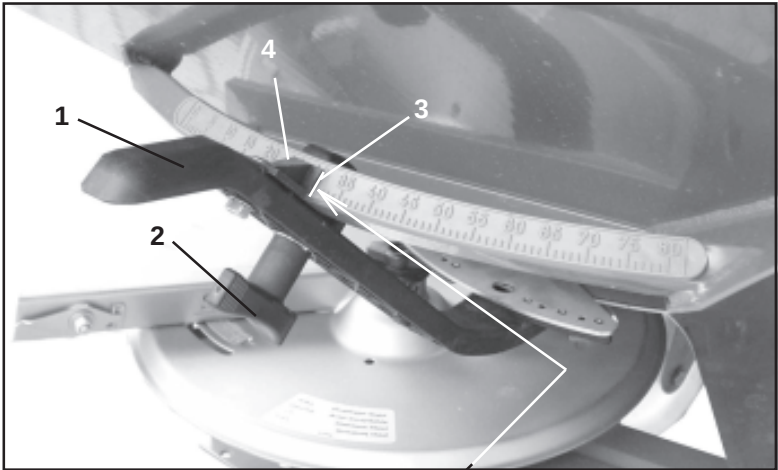

Fig. 7.5
Spredemengden varieres med spjeldinnstillingen, som blir stilt inn med de to stillspakene (Fig. 7.5/1). Den nødvendige spjeldinnstillingen tas enten direkte **ut av spredetabellen (Kap. 7.2.1) eller fra regneskiven (Kap. 7.2.3).**
- Løs vingemutteren (Fig. 7.5/2).
- Still siktekanten (Fig. 7.5/3) på innstillingspakens viser (Fig. 7.5/4) inn på spjeldinnstillingen som er tatt ut av spredetabellen eller fra regneskiven.